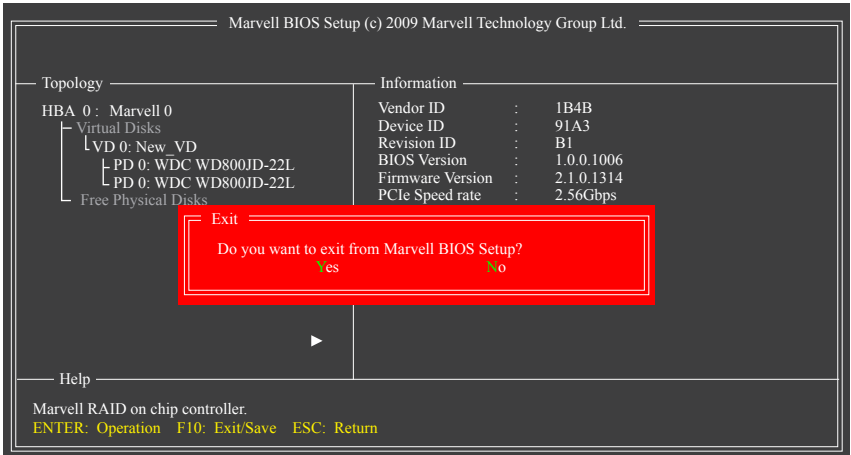

図 7
7. 設定を保存し、終了します。RAID設定を完了した後設定画面を終了する前に、メイン画面で <F10>を必ず押してください。<Y>を押して確認するか、<N>を押してキャンセルします (図7)。